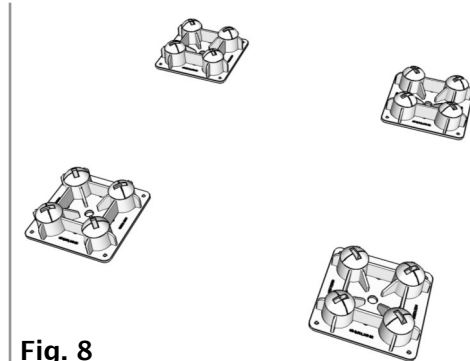

Fig. 8
4. Ponga 3 Piers (A) adicionales y localizelos de acuerdo a la Plantilla (F) para el Pier. (Fig. 8 y 9)